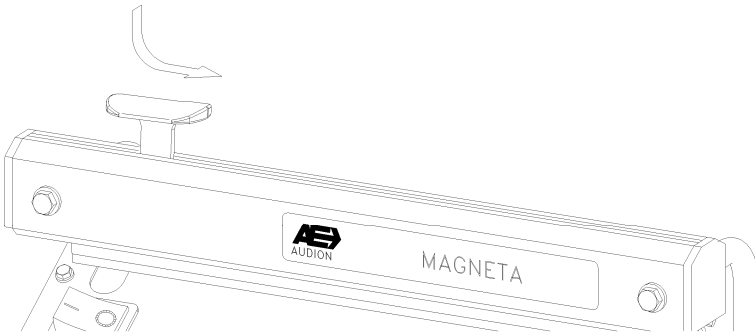

Fig. 1
6. Si nécessaire, on peut couper la partie au dessus de la soudure à l'aide du couteau pressant le bouton rouge et en le faisant passer d'un côté à l'autre du bras, lorsque celui-ci est abaissé (pendant la soudure). (fig. 1.).
6. Overskæring af folien sker ved at trykke knivholderen ned og føre denne på tværs af kæben under svejse- og køletiden. (fig. 1).
6. Vid avskärning: Pressa ned knivhållaren och för knivsläden snabbt över folien under tiden armen är i nedpressat läge (fig.1).
6. Folien kan kuttes ved å trykke den røde knivholderen på sveisearmen ned og samtidig skyve den til den andre siden av armen, mens denne er nede (fig.1).